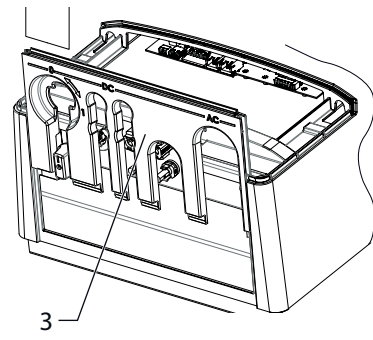

Figura 8: Desaparafusar os parafusos para a fixação na tampa da área de ligações
8. Variante 2: Retirar dispositivo de deslizamento. (Ver Figura 8 na página 72)